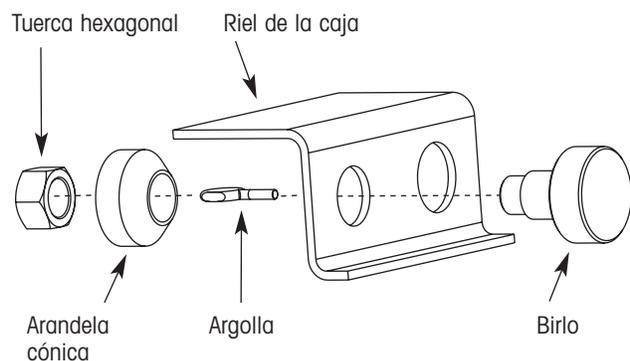

Figura 16. Instalando la herramienta de alineación para rieles
2. Instale la argolla en el lado interno del riel y rosquee el birlo en la argolla por el lado externo del riel (figura 16).